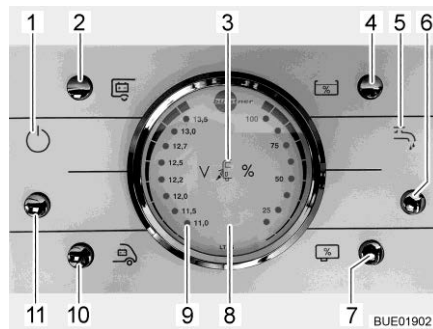

Fig. 183 Panneau de contrôle LT 96
La touche (Fig. 183,11) allume ou éteint le panneau de contrôle et l'alimentation 12 V de la cellule.
**Mettre en marche :** ■ Appuyer sur la touche (Fig. 183,11) : L'alimentation 12 V de la cellule est assurée. Le voyant de contrôle (Fig. 183,1) s'allume.
**Mettre hors service :** ■ Appuyer sur la touche (Fig. 183,11) : L'alimentation 12 V de la cellule est coupée. Le voyant de contrôle (Fig. 183,1) s'éteint.
Observer la graduation de gauche sur l'indicateur de charge/de niveau de réservoir (Fig. 183,8). L'indicateur s'éclaire automatiquement dès qu'une touche est pressée.
- Appuyer sur la touche (Fig. 183,10) : La tension de la batterie de démarrage est affichée.
- Appuyer sur la touche (Fig. 183,2) : La tension de la batterie de cellule est affichée.
Observer la graduation de droite sur l'indicateur de charge/de niveau de réservoir (Fig. 183,8). L'indicateur s'éclaire automatiquement dès qu'une touche est pressée.
- Appuyer sur la touche (Fig. 183,4) : Le niveau du réservoir d'eau est affiché.
- Appuyer sur la touche (Fig. 183,7) : Le niveau du réservoir d'eaux usées est affiché.
- Appuyer sur la touche (Fig. 183,6) : L'alimentation en eau est activée. Le voyant de contrôle de la pompe à eau (Fig. 183,5) s'allume.
- Appuyer sur la touche (Fig. 183,6) : L'alimentation en eau est désactivée. Le voyant de contrôle de la pompe à eau (Fig. 183,5) s'éteint.
Le voyant d'alerte rouge "ALARM" (alarme) (Fig. 183,9) clignote dès que la charge de la batterie de cellule descend en dessous de 11 V (mesurée en marche) et qu'il y a risque de décharge profonde des batteries.
Le voyant de contrôle 12 V (Fig. 183,1) s'allume dès que la touche principale 12 V (Fig. 183,11) est enclenchée.
Le voyant de contrôle 230 V (Fig. 183,3) s'allume si l'arrivée du bloc électrique est sous tension de réseau.